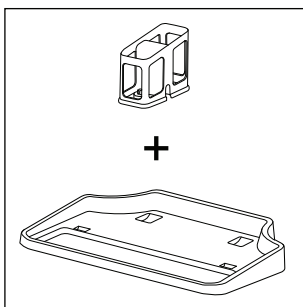
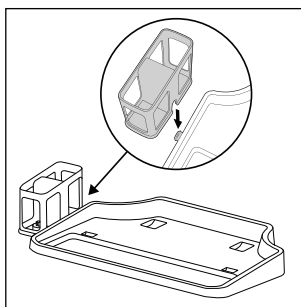

Abb. 4
Abb. 5
- ♦ Die Park- und Reinigungsstation besteht aus einer Abstellschale **4** und einem Bürstenrollenhalter **5** (siehe Abb. 4). Um die Park- und Reinigungsstation zu montieren, schieben Sie den Bürstenrollenhalter **5** seitlich in die Öffnung an der Abstellschale **4**. Schieben Sie den Bürstenrollenhalter **5** nach unten in die Öffnung, bis dieser fest an der Abstellschale **4** sitzt (siehe Abb. 5).